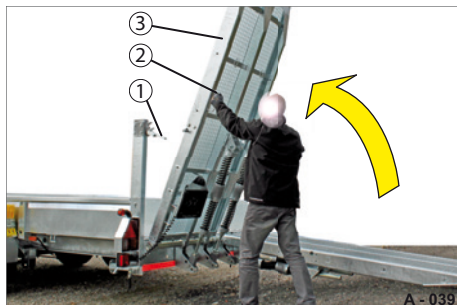

Abb. 41 Auffahrampe, einteilig anheben
- ▶ Heben Sie die Auffahrampe (Abb. 41/3) an den Griffen (Abb. 41/2) nach oben.